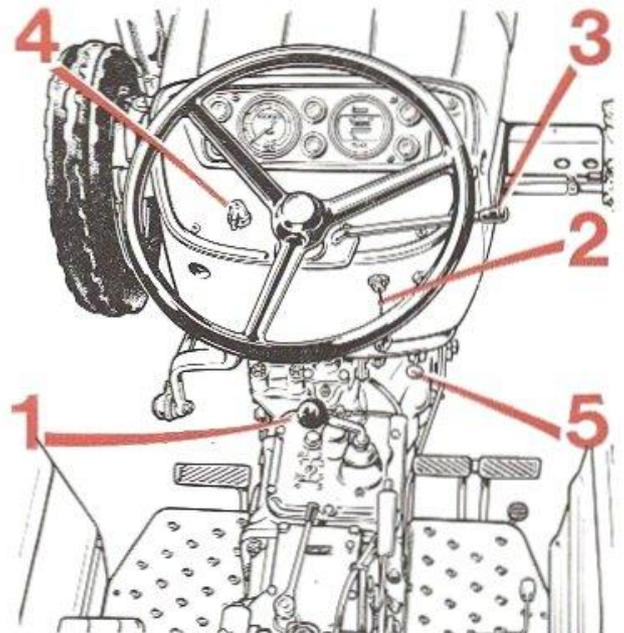

FIG. 30
- 1° Comme pour la pompe Bosch, dévisser d'environ 2 tours la vis de purge du premier filtre (1) et actionner le levier de la pompe d'alimentation jusqu'à ce que le combustible s'écoule sans bulle d'air et revisser le bouchon (1).
- 2° Purger de façon analogue le deuxième filtre à combustible (2).
- 3° Ouvrir les vis (3) du couvercle du régulateur et (4) de la tête hydraulique. Purger d'air et resserrer la vis (4) de la tête hydraulique.
- 4° Desserrer les raccords (5) côté injecteurs sur au moins deux tuyauteries ; amener la manette d'accélération en position maximale et actionner le démarreur à plusieurs reprises d'une durée d'une dizaine de secondes chacune en appuyant à fond sur le bouton (5 fig. 30) jusqu'à ce que le combustible s'écoule sans bulle d'air par les raccords des injecteurs.
- 5° Rebloquer les raccords des injecteurs, mettre le moteur en route et ne serrer la vis du couvercle du régulateur (3) que lorsque le combustible s'écoulera sans bulle d'air.